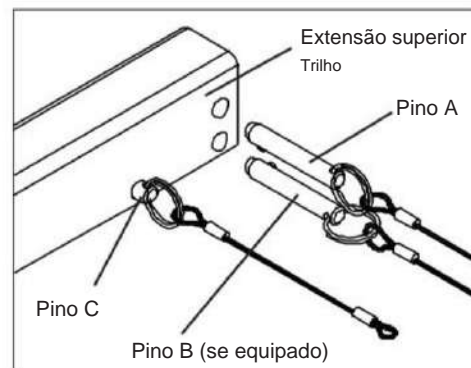

Figura 3-13b. Pinos do trilho superior de extensão
8. Remova os pinos A e B dos lados esquerdo e direito (se equipado). (Consulte a Figura 3-13b):